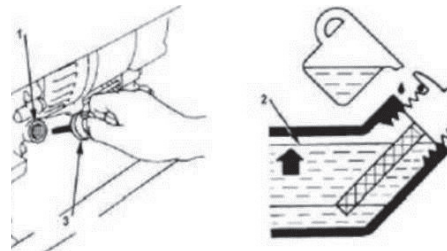

Рис. 2
**Проверка уровня масла** (Рис. 2).